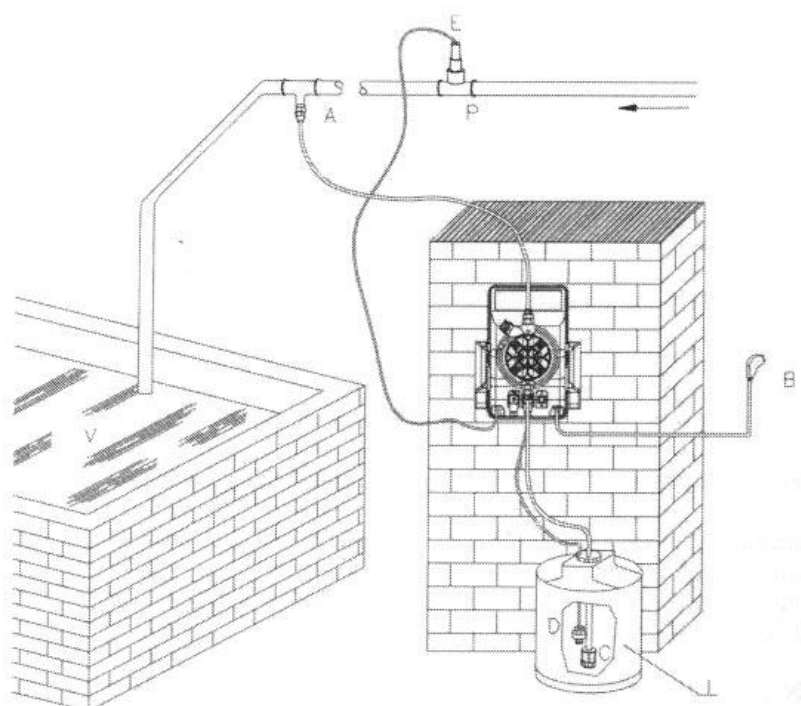

Рис. 19
9.2 – ТИПИЧНАЯ УСТАНОВКА (рис. 19)